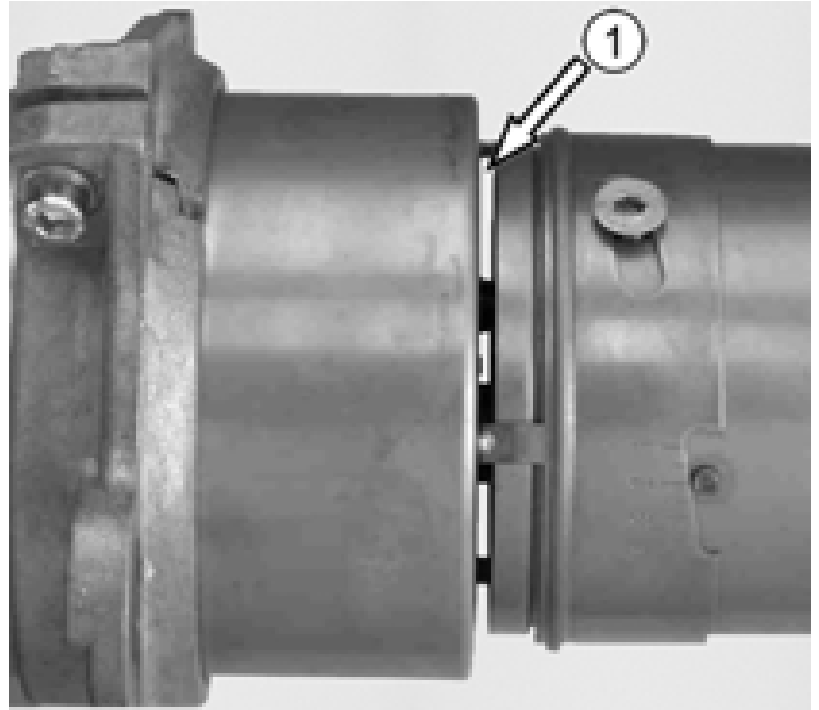
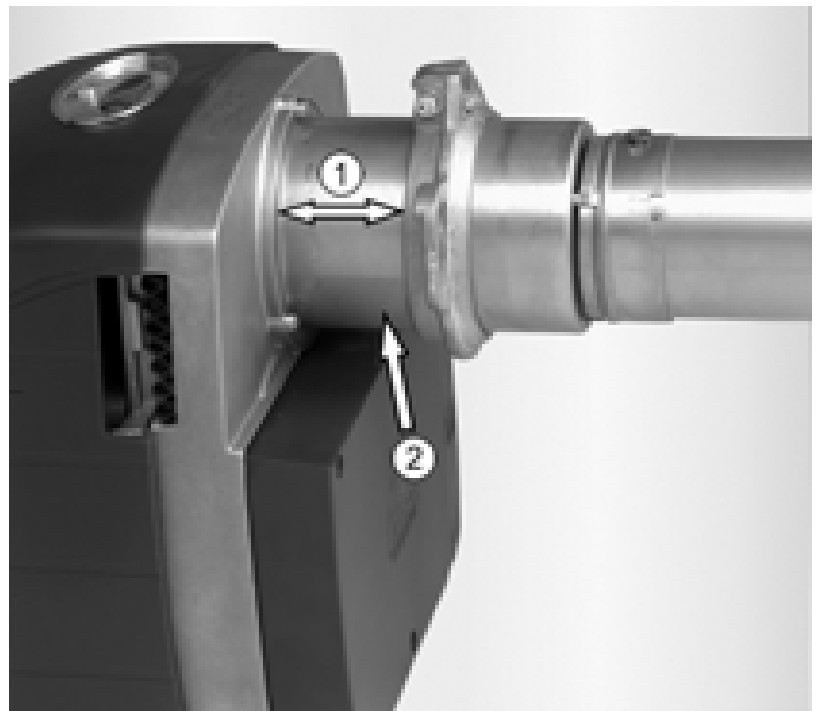

Abb. 14: Rezirkulation RE 1H / HK / HG
Abb. 15: Rezirkulation und Brennerrohrflansch RE 1H / HK / HG
- Anpassung an Feuerraumtiefe (Maß L, s. Abb. 15)
Bei der Montage des Brenners ist darauf zu achten, dass die Rezirkulationsschlitze (s. Abb. 14 und Abb. 15) im Brennerrohr nicht von der Türauskleidung verdeckt sind.
Legende zu Abb. 15:
Bei „heißen Brennkammern“ und bei sehr kurzen Brennkammern muss der Brenner aus dem Feuerraum herausgezogen werden. Es ist aber darauf zu achten, dass die Rezirkulationsschlitze frei bleiben (s. Abb. 14). Da in diesen Kesseln sehr hohe Temperaturen herrschen, ist eine übermäßige Temperaturbelastung des Stützrohres zu vermeiden. Hier entstehen ansonsten Probleme, die sich u.a. in verkrackten Öldüsen, Ölablagerungen im gesamten Brenner einschl. Ansaugkasten, verschmutzten QRC's, verbrannten Zündkabeln etc. äußern.